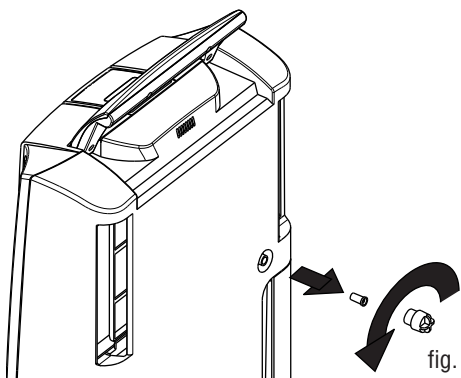

fig. 2
- 1) Dévissez le bouchon de l'évacuation en continu et retirez le bouchon en caoutchouc de l'embout (fig. 2).